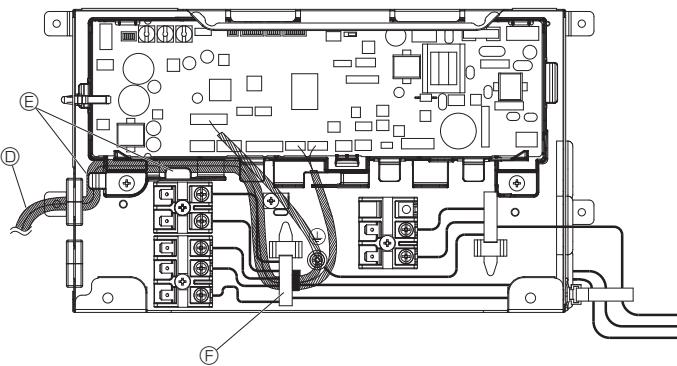

Fig. 5-8
2. Поместите питающий провод дополнительного КОМПЛЕКТА КЛАПАНА в коробку электрических компонентов. (Fig. 5-8)